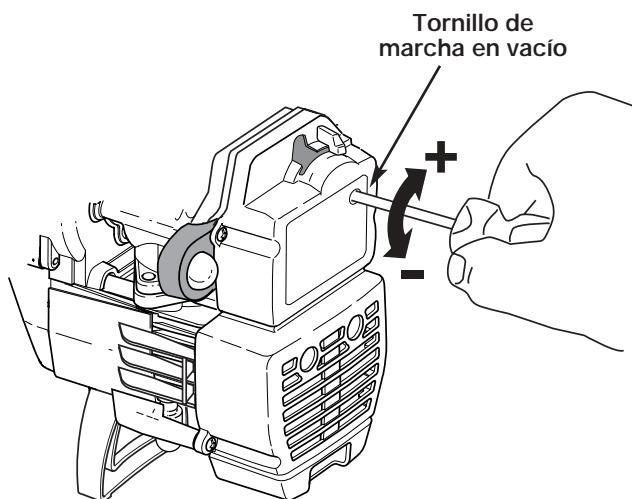

Figure 28
La velocidad lenta del motor puede ser ajustada por la cubierta del silenciador / filtro de aire (Fig. 28).
2. Suelte el gatillo del regulador y deje que el motor funcione en marcha lenta. Si el motor se para, inserte un pequeño destornillador Phillips o de vástago plano en el orificio de la cubierta del silenciador / filtro de aire (Fig. 28). Gire el tornillo de marcha lenta en sentido horario, de a 1/8 de vuelta por vez (según sea necesario) hasta que el motor funcione en mínima.